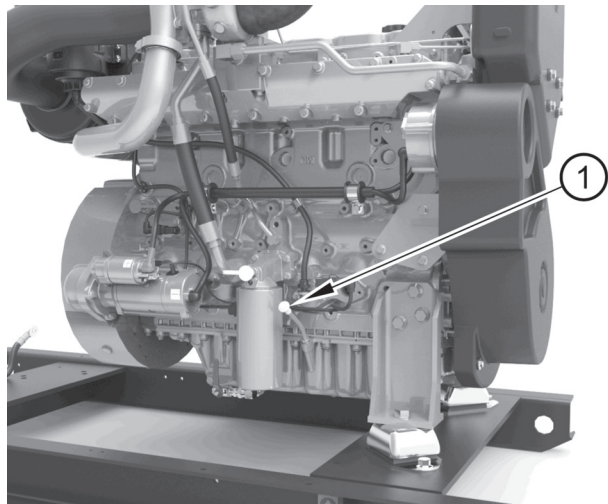

Figure 32
7. Versez la quantité correcte d'huile de graissage neuve dans le carter. Donnez le temps à l'huile de circuler jusqu'au fond du carter. Retirez la jauge (figure 32, repère 1) et vérifiez que le niveau d'huile atteint le repère maximum. Ne dépassez jamais le repère maximum sur la jauge de niveau. Insérez la jauge correctement dans le tube de jauge.